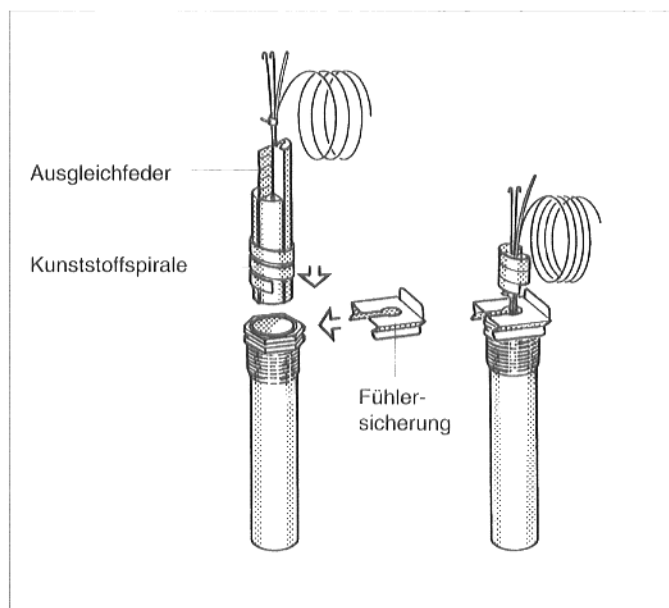

Abb. 9: Tauchhülse und Temperaturfühler
- Temperaturfühler bis zum Anschlag in die Tauchhülse einstecken. Die Kunststoffspirale schiebt sich dabei automatisch zurück. Die Ausgleichfeder muß mit in die Tauchhülse geschoben werden (Abb. 9).
- Fühlersicherung (Lieferumfang Regelgerät) von der Seite oder von oben auf den Tauchhülsenkopf drücken (Abb. 9).